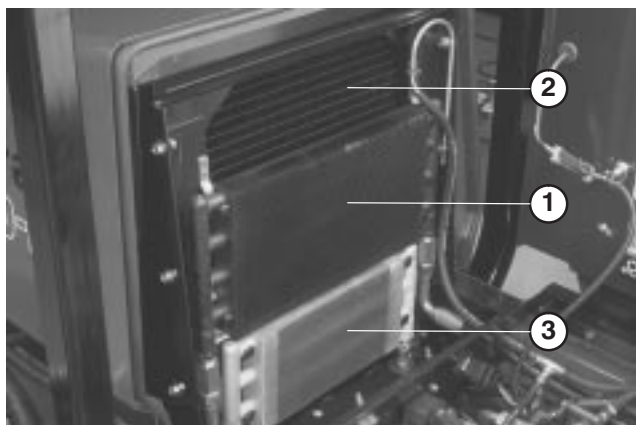

Figure 54
3. Soulevez légèrement les refroidisseurs d'huile et faites les pivoter en avant (Fig. 54). Nettoyez soigneusement les deux côtés des refroidisseurs et la surface autour du radiateur à l'air comprimé. Rabattez les refroidisseurs d'huile en position.